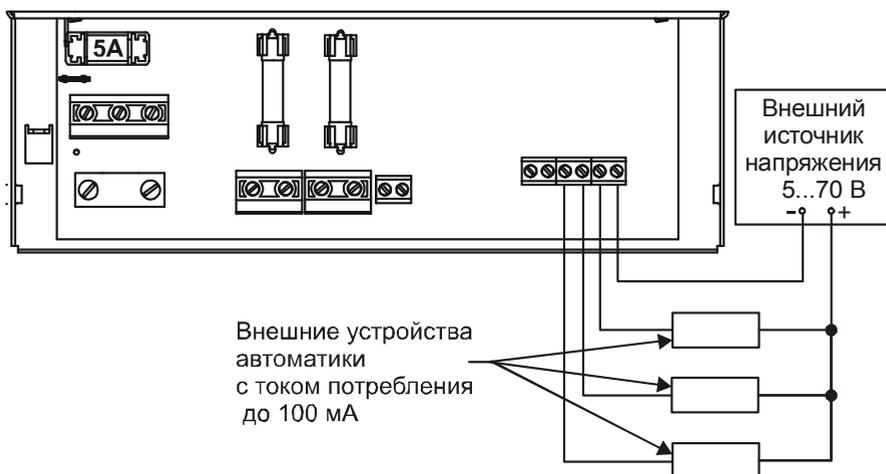
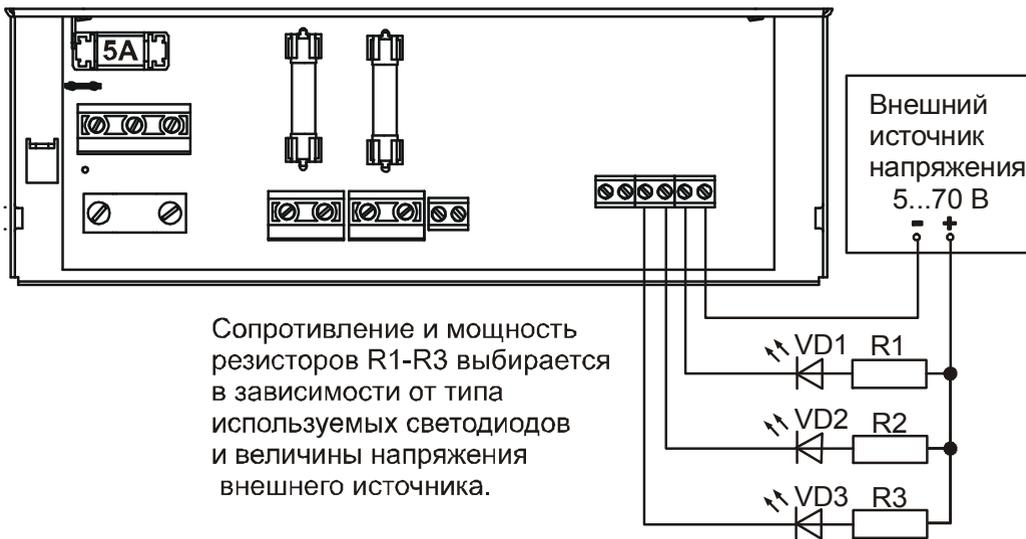

РИСУНОК 4
РИСУНОК 5
- ◆ Подключите, при необходимости, внешние устройства автоматике рисунок. 4 (или внешние цепи индикации рисунок. 5) к выходам типа открытый коллектор «Выход ОК 1», «Выход ОК 2» и «Выход ОК 3».